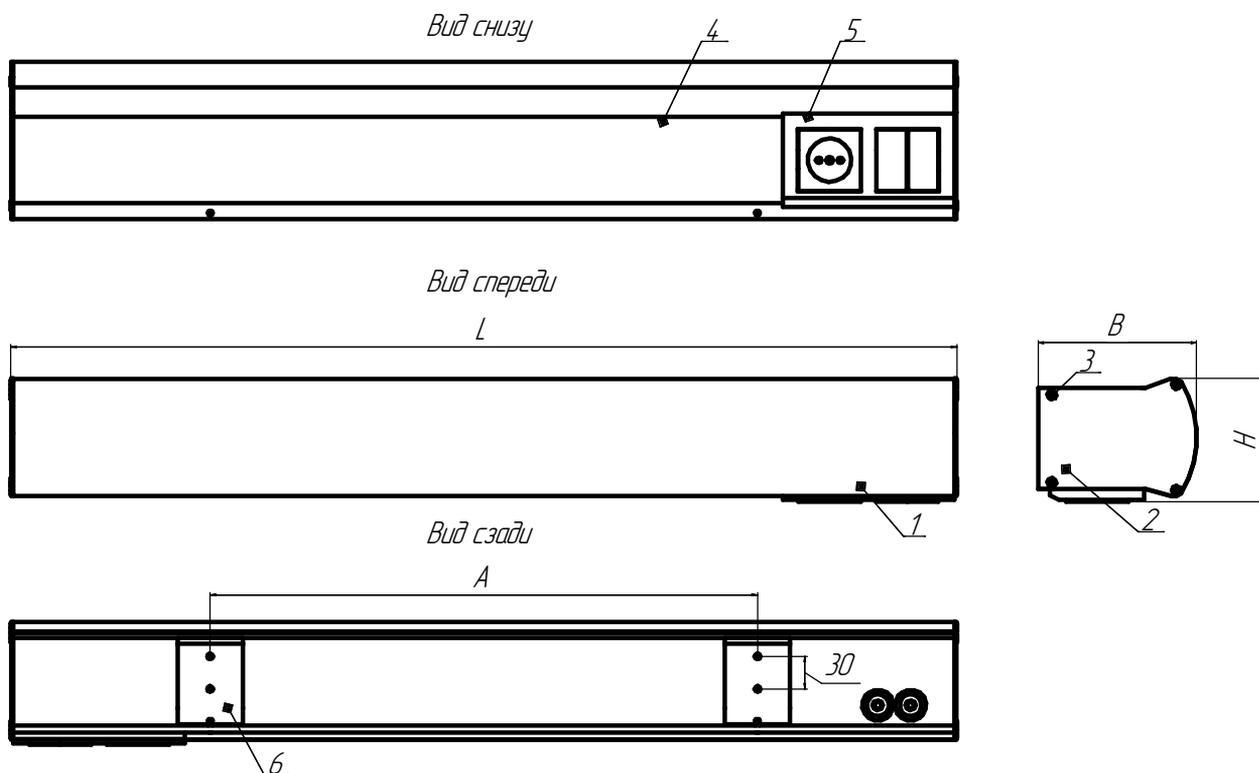

Рисунок 1- Светильники серии ЛБО58.
4.2 Светильник ЛБ058, в соответствии с рис. 1 приложения А, состоит из корпуса в сборе поз. 1, крышки поз. 2, рассеивателя поз. 3.